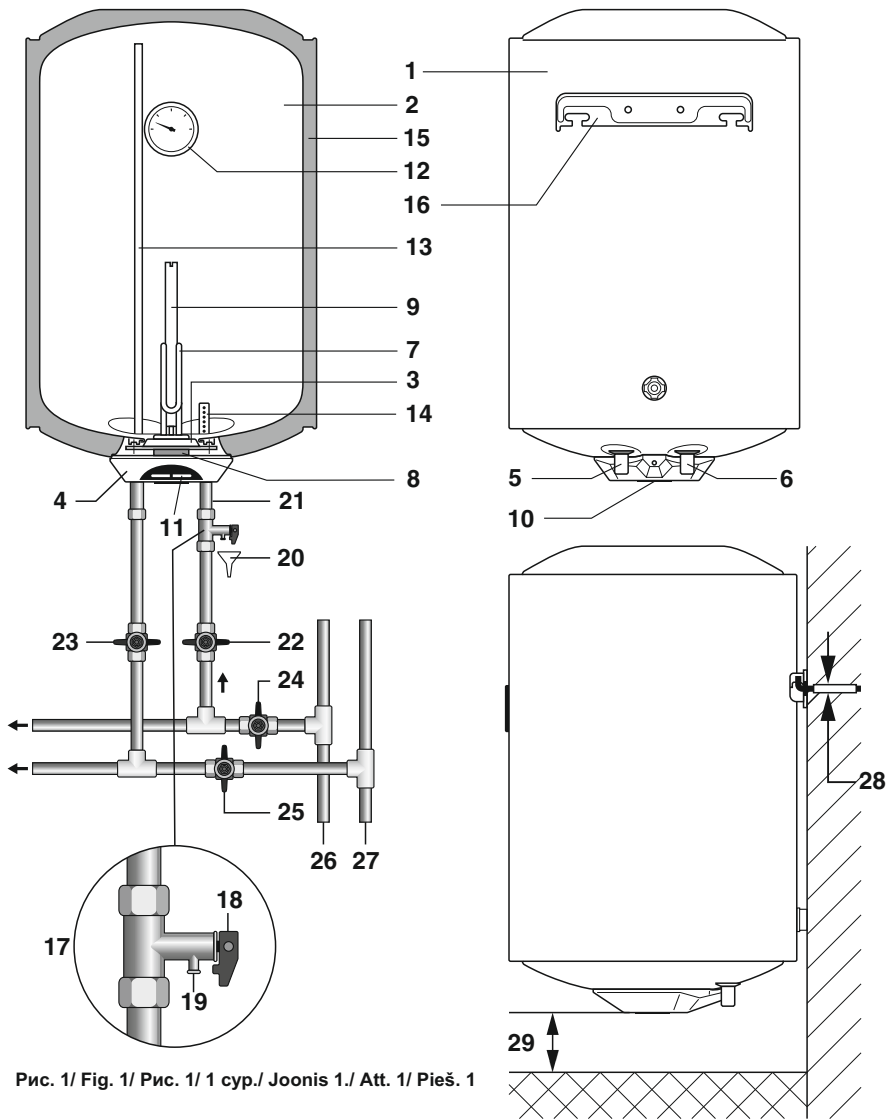

Рис. 1/ Fig. 1/ Рис. 1/ 1 сур./ Joonis 1./ Att. 1/ Pieš. 1
**Описание Рис. 1/ Description Fig. 1/ Опис Рис. 1/ 1 сур. Сипаттамасы/ Kirjeldus Joonis 1/ Apraksts Attēls 1/ Aprašymas Pieš.1**
Подключение к водопроводной системе производится в соответствии с (Рис. 1) при помощи медных, пластмассовых труб или специальной гибкой сантех-подводки, рассчитанных на температуру до 100°C при максимальном рабочем давлении. Запрещается использовать гибкую подводку бывшую в употреблении. При монтаже не допускается чрезмерных усилий во избежание повреждения резьбы патрубков, стеклофарфорового покрытия внутреннего бака.